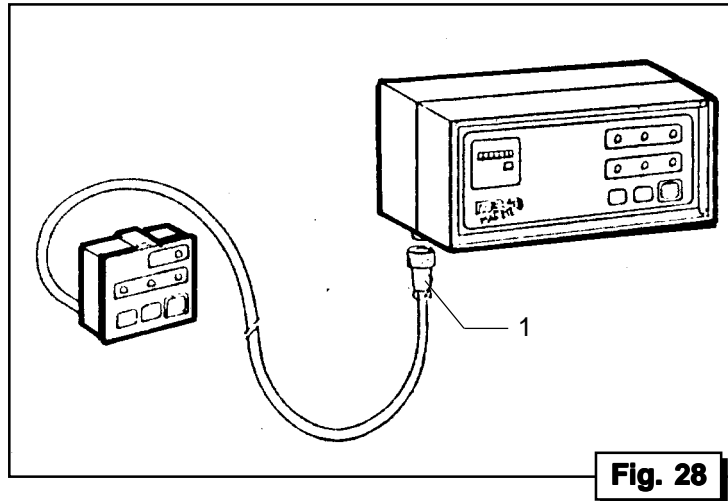

Fig. 28
- Scollegare il connettore (Fig. 28, Rif. 1) e verificare le stesse funzioni dal cruscotto comandi.
- Disconnect the connector (Fig. 28, Ref. 1) and verify the same functions with the control panel.